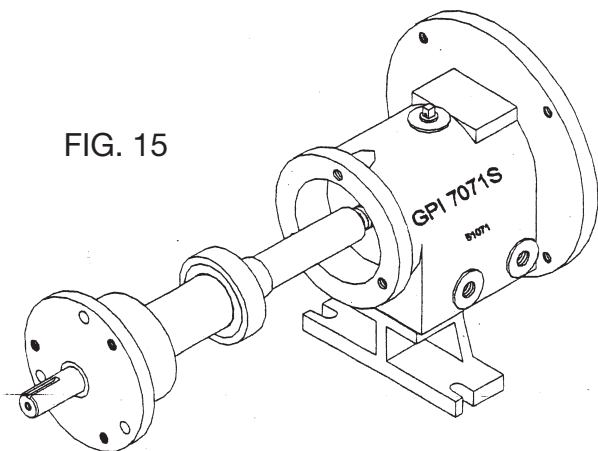

FIG. 15
8. Aceite la parte de afuera de la caja de rodamientos (2) y todas las superficies de la armadura de rodamientos (13).
9. Instale el ensamblaje del eje en la armadura de rodamientos. (Fig. 15)